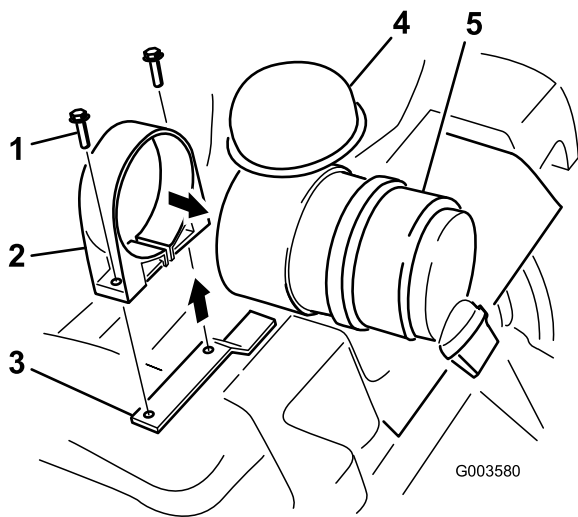

Figura 3
6. Abra la brida del limpiador de aire y pásela por encima del extremo del cartucho, donde se retiró el filtro (Figura 3).